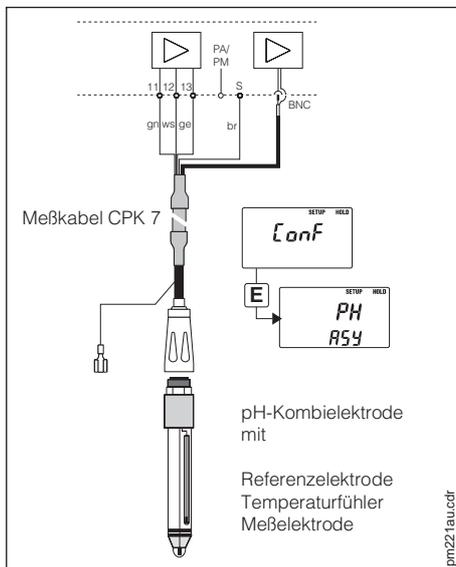

Bild 4.7 Unsymmetrisch hochohmiger pH-Elektroden-Anschluß
- kein Potentialausgleichsanschluß vorhanden – Anschluß unsymmetrisch (Bild 4.7)